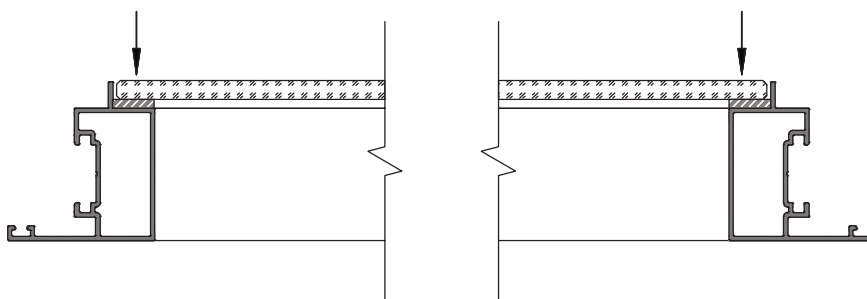

Рис.2
2. Максимальная прочность достигается через 72 часа после нанесения. Для увеличения контакта необходим прижим ленты с усилием 100 кПа.. (Рис.2).